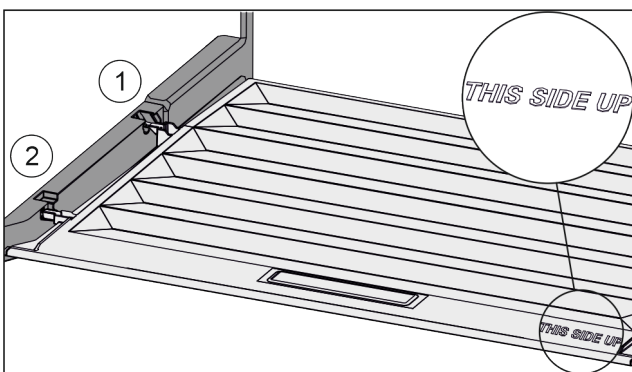

Fig. 57
- ▶ Introduzca los nervios de la tapa por la abertura en el soporte trasero Fig. 57 (1) y encájelos por delante en el soporte Fig. 57 (2).